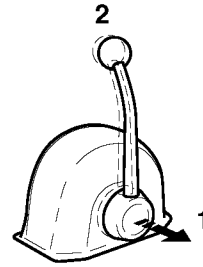

Abbildung 15
Wenn der Hebel ausgerastet wird (**Abbildung 15, (1)**), kann die Drehzahl ohne Einkuppelung des Schiffsgtriebes gesteuert werden. Das Schiffsgtriebe bleibt in der Stellung NEUTRAL, keine Last. Drehen Sie den Hebelknopf (**Abbildung 15, (2)**) gegen den Uhrzeigersinn, um den Hebel zu verschieben, oder im Uhrzeigersinn, um den Hebel zu arretieren.